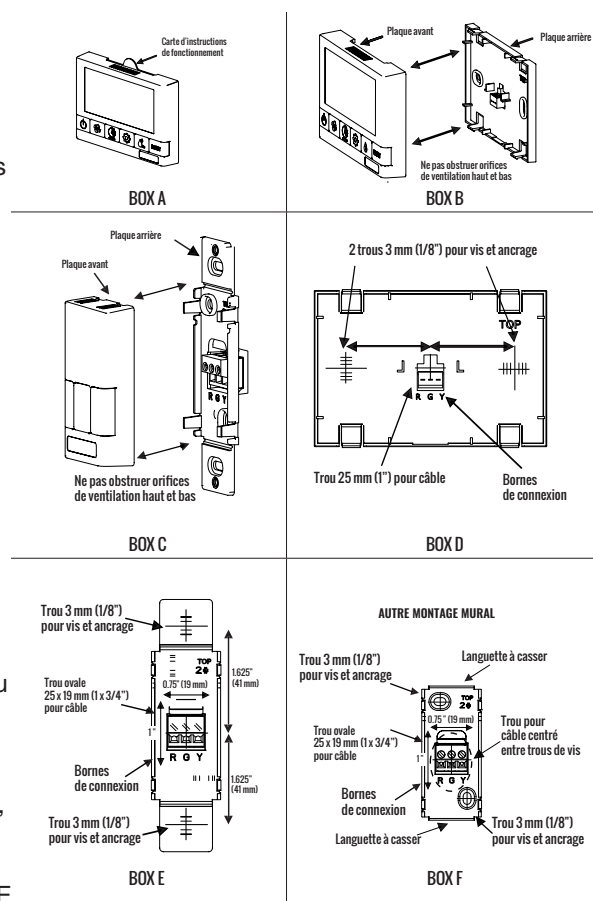

Figure 26 - Installation de le commandes murale
- Pour la commande GDXPL03 Deluxe, retirez la carte d'instructions du dessus de la commande (fig. 26, case A).
- Séparez la plaque avant de la plaque arrière en la tirant fermement (fig. 26, cases B ou C). Veillez à ne pas endommager les broches de contact de la plaque avant.
- Pour la commande GDXPL03 Deluxe, placez la plaque arrière de la commande à l'endroit voulu sur le mur et marquez au crayon les trous de vis à droite et à gauche (fig. 26, case D).
- Pour les commandes de base GBC02, GBC03 ou GBC04, placez la plaque arrière de la commande à l'endroit voulu sur le mur et marquez au crayon les trous de vis en haut et en bas (fig. 26, cases E ou F). Pour monter la commande sans plaque décorative, cassez les languettes supérieures et inférieures et reportez-vous à la fig. 26, case F, pour le montage.
- Retirez la plaque arrière du mur et marquez le trou central pour les fils entre les trous de vis (fig. 26, cases D, E ou F pour les dimensions).
- Percez 2 trous de 3 mm (1/8 po) pour les vis et les ancrages muraux (fig. 26, cases D, E ou F). Pour la GDXPL03 Deluxe, percez un trou de 25 mm (1 po) au centre (fig. 26, case D). Pour les GBC02, GBC03 et GBC04, percez un trou ovale de 19 x 25 mm (3/4 x 1 po) au centre (fig. 26, cases E ou F).
- Connectez le rouge, le vert et le jaune aux bornes de la plaque arrière (fig. 26, cases D, E ou F).
- Fixez la plaque frontale à la plaque arrière (fig. 26, cases B ou C). **REMARQUE** : veillez à aligner correctement la plaque frontale pour éviter d'endommager les broches de contact de la plaque frontale.
- Pour la GDXPL03 Deluxe, remplacez la carte d'instructions dans la commande (fig. 26, case A).